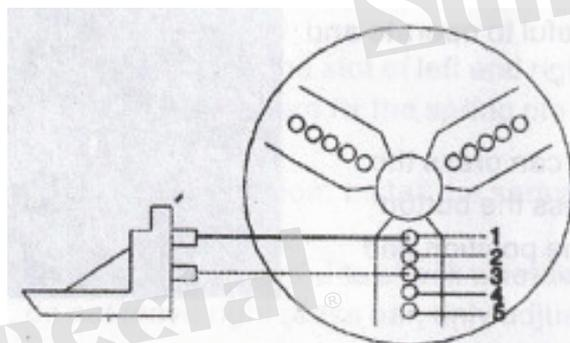

Fig 2-2-2 Furo da cinta do carretel
2.1 O método de instalação de acordo com a fig 2-2-2: